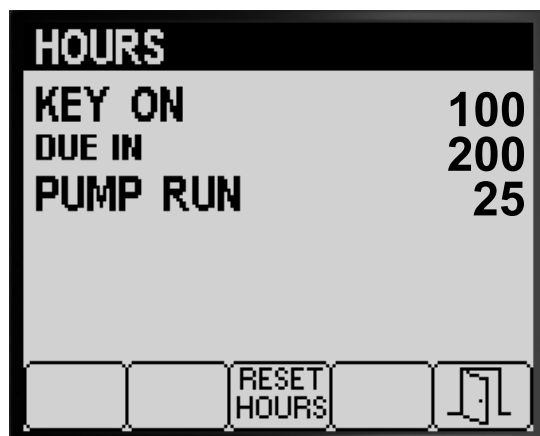

Figure 81
- Utilisez le compteur affiché (Figure 81) pour déterminer ce qui suit :
- Pour réinitialiser les heures pour tous les compteurs, appuyez sur le bouton 3 (Figure 81).
- Appuyez sur le bouton 5 pour quitter l'écran HOURS et retourner à l'écran ENTRETIEN (Figure 81).